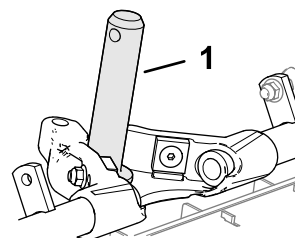

Figure 14
2. Enduisez l'arbre du bâti porteur de graisse propre (Figure 14).